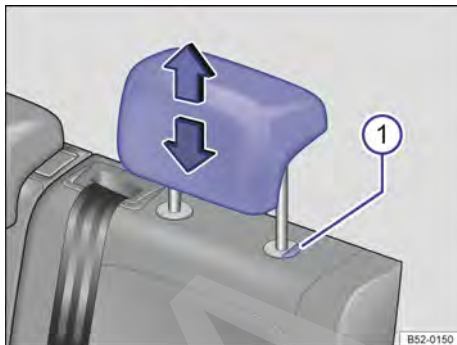

Fig. 69 Apoyacabezas trasero: ajustar.
- Mover el apoyacabezas hacia arriba o hacia abajo, en el sentido de la flecha, presionando el botón → fig. 69 ①. → ⚠ en *Introducción al tema* de la pág. 83